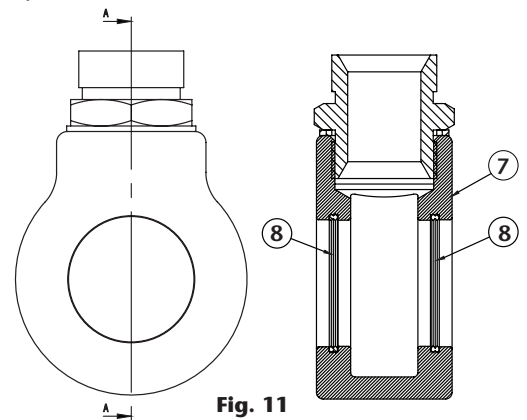

Fig. 11
5. Retirar o corpo do giratório (7) (Figura 10 e 11) e substituir o giratório por um novo, ou somente substituir as vedações (8) (Fig. 11), colocando as peças nas posições corretas.